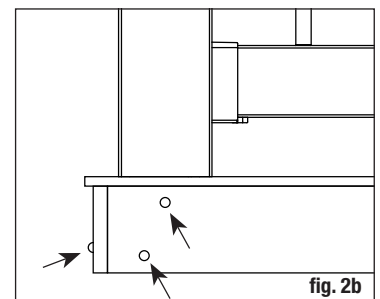

fig. 2b
Étape 2 Placez, mettez à niveau avec un niveau et utilisez un serre-joint pour maintenir le poteau à la face intérieure du limon d'escalier. Remettez à niveau. Le poteau de garde-corps de 10 x 10 cm (4 x 4 po) devrait être boulonné à l'intérieur du limon avec deux boulons de carrosserie galvanisés 1/2 x 6 po. Les poteaux de coin utilisent un troisième boulon de carrosserie inséré à travers la solive adjacente (reportez-vous à la figure 2b). Les poteaux au niveau du sol devraient être installés dans le béton.